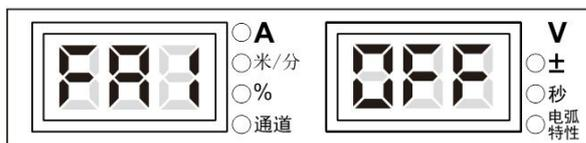

图3-31 FA1 显示界面
1. 进入内部菜单，调节焊接电源面板旋钮至 **FA1**，数码管显示如图 3-31 所示。